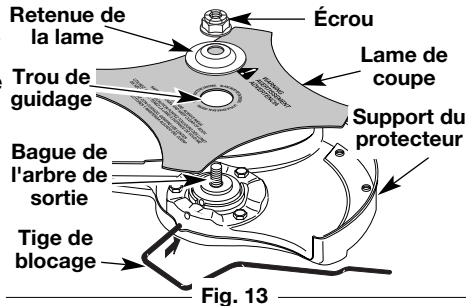

Fig. 13
- Si vous n'avez pas de clé dynamométrique, utilisez une clé fermée ou à douille de 13 mm et tournez l'écrou jusqu'à ce que la retenue soit bien ajustée contre la bague de l'arbre. Assurez-vous que la lame est bien mise, puis donnez à l'écrou entre 1/4 et 1/2 tour supplémentaire à gauche (Fig. 13).